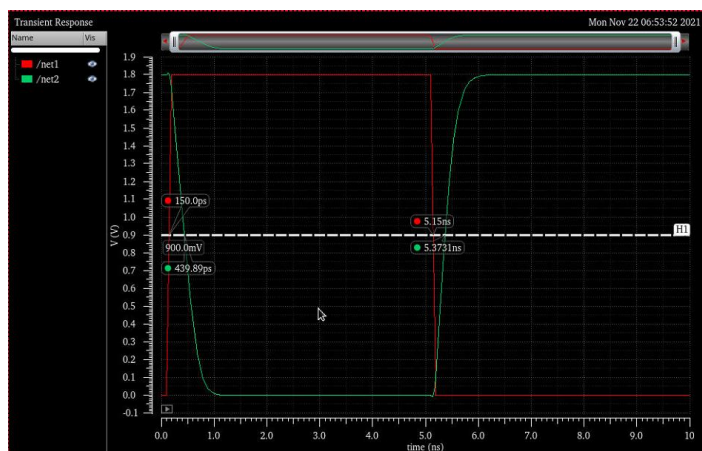

图 5.12 瞬态分析波形中的上升下降延时测量
- ① 瞬态结果分析。选中瞬态分析子窗口，右键，Copy to ->New Window->Rectangular 将瞬态波形放大到当前波形窗口中。为了看清缓冲器延时，需要放大波形的特定区域。在波形窗口中按住鼠标右键不放，拖出一个矩形框，框住瞬态波形中输出信号的上升部分，松开右键后，矩形框中的波形就会被放大到整个窗口。如图 5.12 所示。